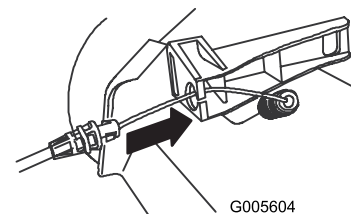

Figure 6
4. Insérez le câble dans l'ancrage du support gauche du guidon (Figure 6).